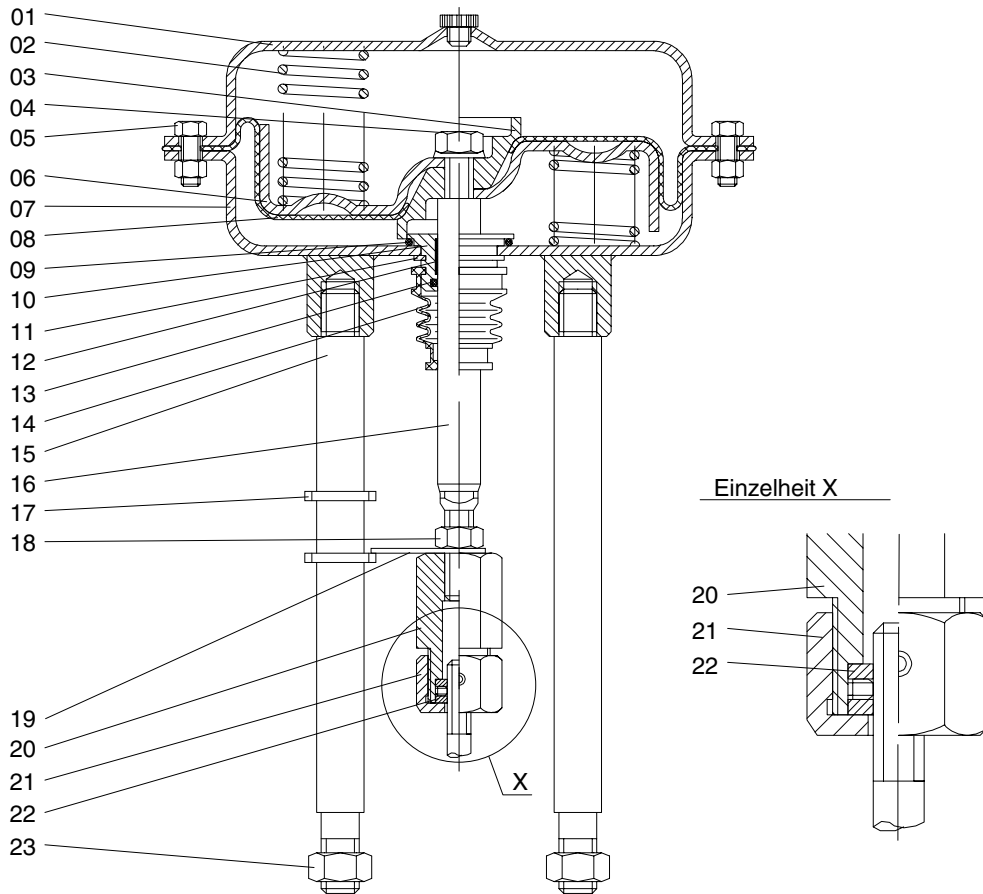

Bild 1
Für die Einstellung muß der Antrieb fertig auf dem Ventil montiert sein. Kontermutter (18) (s. Bild 1) auf der Antriebsspindel (16) lösen und etwas in Richtung Antrieb schrauben. Das darunter befindliche Anzeigeblech (19) vorübergehend entfernen.